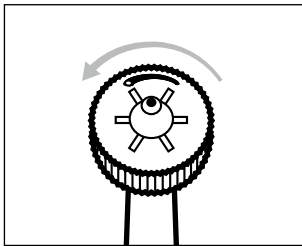

Abb.4
- ◆ Drehen Sie den Düsenregler **1** mit den Fingern gegen den Uhrzeigersinn für einen Einzelstrahl zur gezielten Entfernung von Speiseresten an schwer erreichbaren Stellen (siehe Abb. 4 und 5).